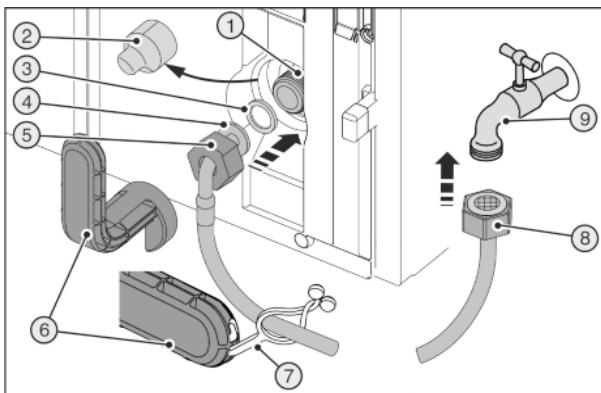
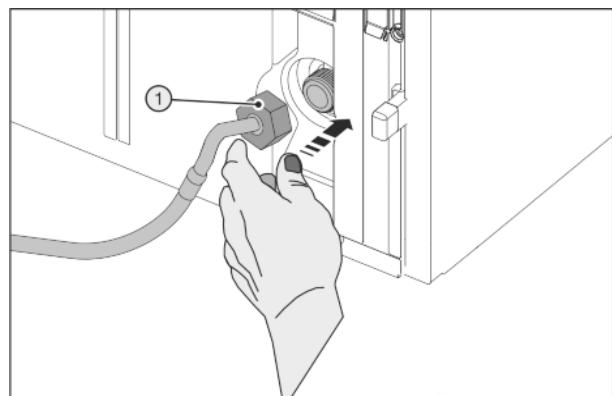

Fig. 48
Fig. 49
Сломанный вспомогательный инструмент Fig. 48 (6)!
- Вспомогательный инструмент Fig. 48 (6) использовать только при комнатной температуре.
- Снять крышку Fig. 48 (2).
- Облегченный монтаж: Выложить прямой конец шланга Fig. 48 (8) влево на землю.
- До конца сдвинуть гайку Fig. 48 (5) через конец шланга в виде угла Fig. 48 (4) и удерживать.
- Смочить уплотнение Fig. 48 (3) и вдавить в гайку Fig. 48 (5).
- Уплотнение Fig. 48 (3) прилегает и слегка поддерживается.
- Осторожно одеть гайку Fig. 49 (1) и накрутить на резьбу двумя пальцами до обеспечения надежной посадки.
- Затяните гайку Fig. 49 (1) с помощью вспомогательного инструмента Fig. 48 (6) по часовой стрелке, пока не будет достигнут максимальный момент затяжки и вспомогательный инструмент Fig. 48 (6) начнет прокручиваться.
- Навинтить гайку Fig. 48 (8) на запорный кран Fig. 48 (9).
- Затяните гайку Fig. 48 (8) с помощью вспомогательного инструмента Fig. 48 (6) по часовой стрелке, пока не будет достигнут максимальный момент затяжки и вспомогательный инструмент Fig. 48 (6) начнет прокручиваться.
- Откройте запорный кран Fig. 48 (9) системы подвода воды и проверьте герметичность всей водяной системы.
- Зацепить накладку Fig. 48 (7) в вспомогательном инструменте Fig. 48 (6) и для хранения закрепить на шланге из высококачественной стали.